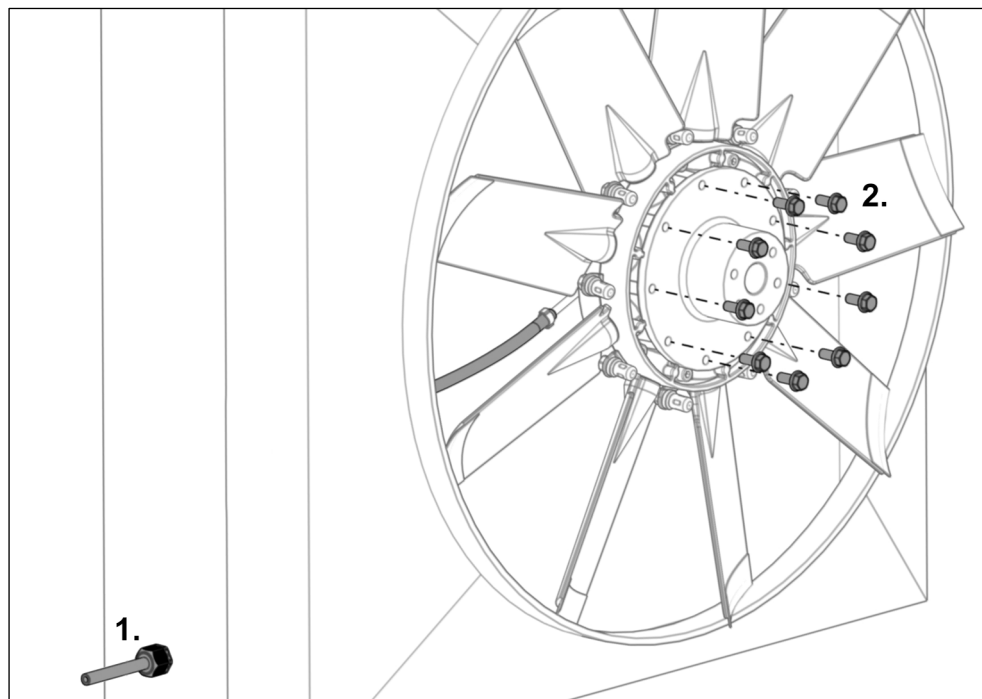

Fig. 29
- 20) Før trykslangen gennem trækaflastningen (se Fig. 29 trin 1).
- 22) Håndstram de medfølgende monteringsskruer (se Fig. 29 trin 2).